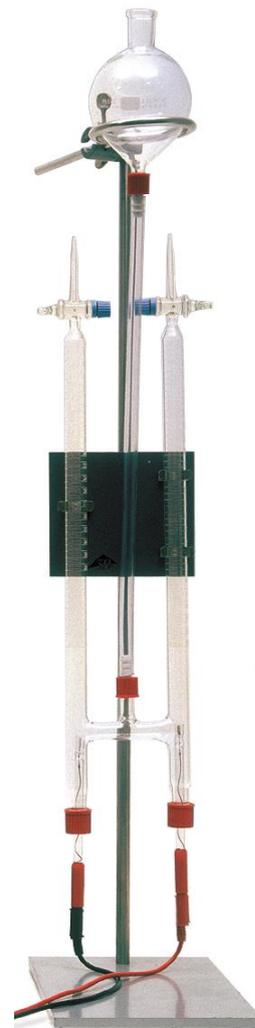

Fig. 1 : Voltamètre de Hofmann.
- Commencer par bloquer la cuve de détente à hauteur maximale sur la tige du support (Fig. 1). Sortir autant que possible l'anneau du support hors du manchon vers l'avant.